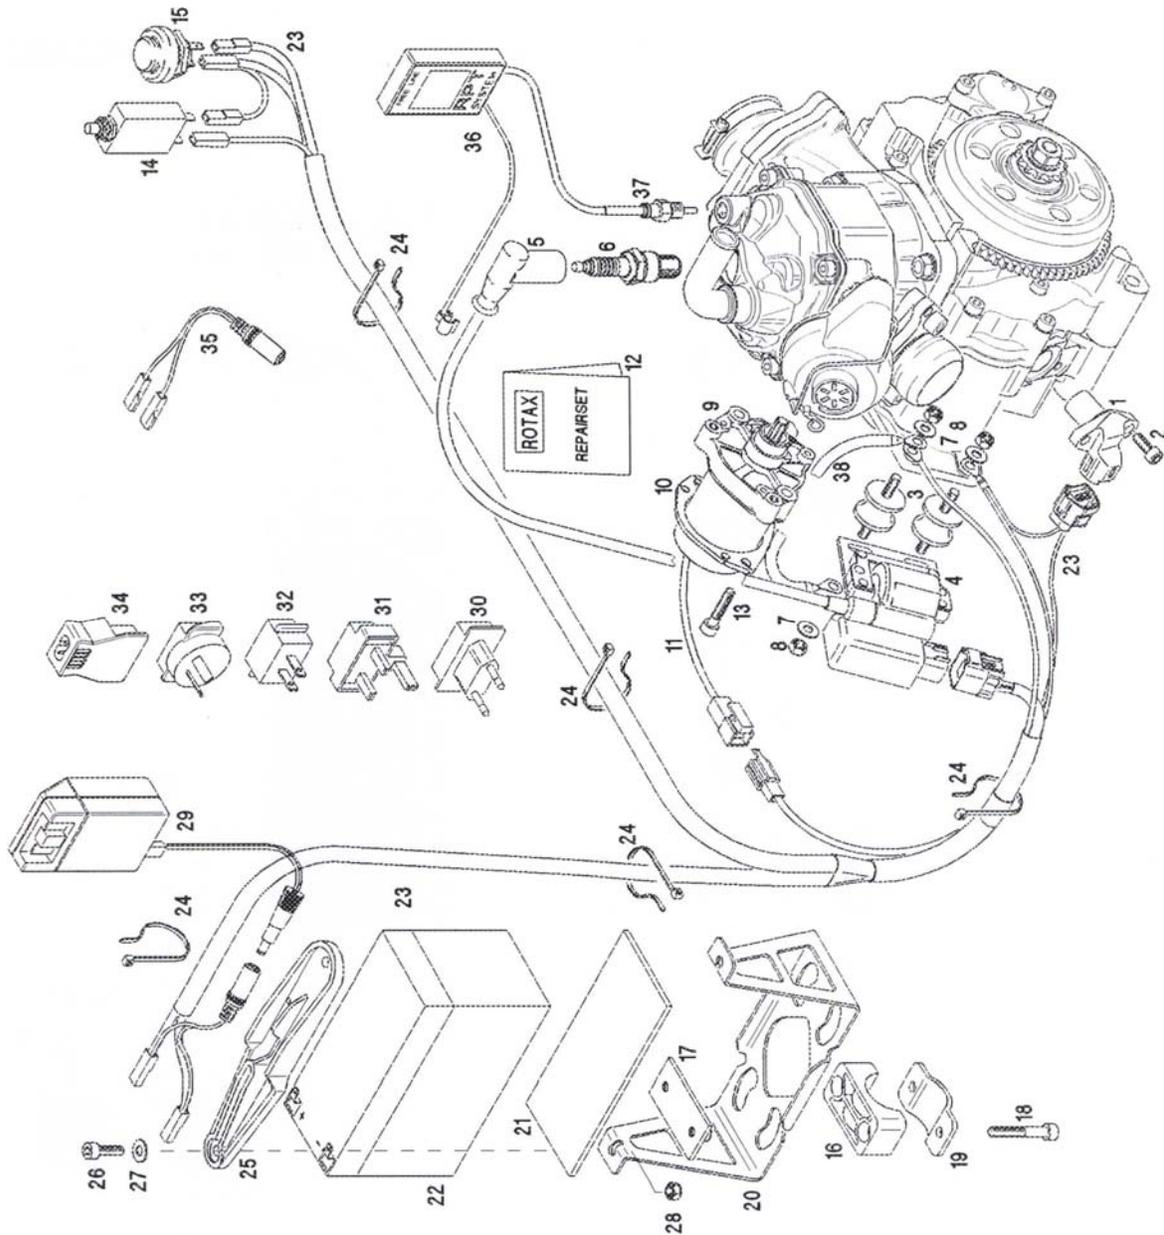

Fig.5
Para una distribución bien balanceada de peso nosotros recomendamos localizar la batería ya sea en el lado izquierdo del piloto o delante del tanque de combustible. Para la instalación apropiada de la batería al chasis Rotax suministra un dispositivo de soporte incluido en cada conjunto de motor entregado (ver fig. 5, pos. 20).
- ⇒ Conecte los dos cables de 6 mm2 / S.W.G. calibre 11 al botón de la marcha (15).
- ⇒ Conecte los dos cables de 2 mm2 / S.W.G. calibre 16 al interruptor ENCENDIDO / APAGADO (14).
- ⇒ Instale la bobina de encendido como se muestra en la ilustración (fig 5) en la cubierta de la reducción de engranes, con los dos elementos de instalación suministrados (2 soportes de hule, art. 3, 4; 4 arandelas, art. 7 y 4 tuercas de seguridad, art. 8).
- ⇒ Conecte el arnés eléctrico a la bobina de disparo (pos. 1).
- ⇒ Conecte el arnés eléctrico a la bobina de ignición (pos. 4).
- ⇒ Conecte el arnés eléctrico a la marcha eléctrica. (pos. 9 ).